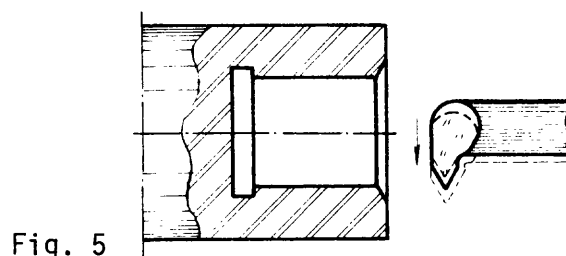

Fig. 5
- c Avance transversalmente la herramienta 0,3 mm (fig. 5).